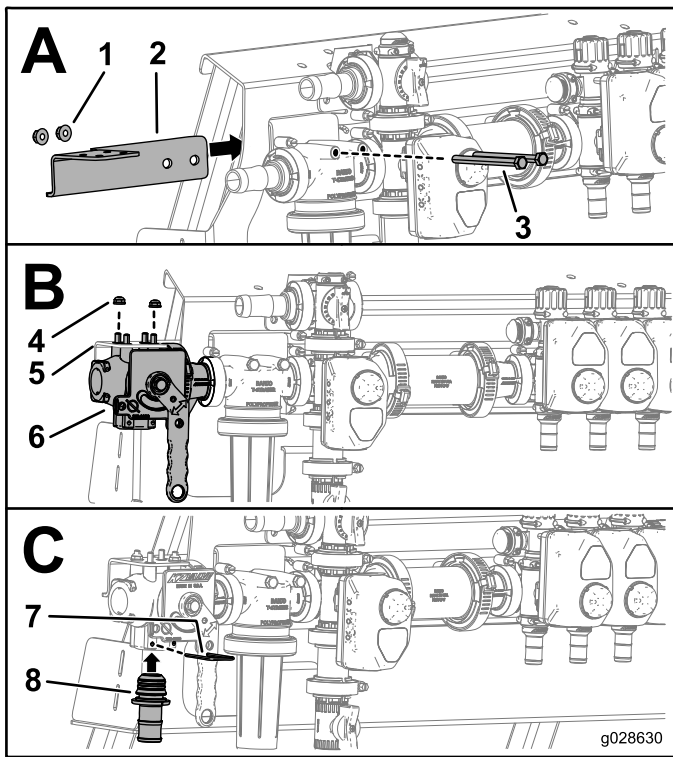

Figura 4
- Fixe o suporte da válvula do misturador no conjunto da válvula da rampa utilizando os parafusos e as porcas que fixam o filtro de pressão ao suporte da válvula da rampa; consulte a Caixa A de Figura 4.
4. Instale a válvula do misturador conforme indicado na Caixa B de Figura 4.
5. Instale a união de 1 pol. na válvula do misturador e fixe-a com o novo pino de fixação; consulte a Caixa C da Figura 4.